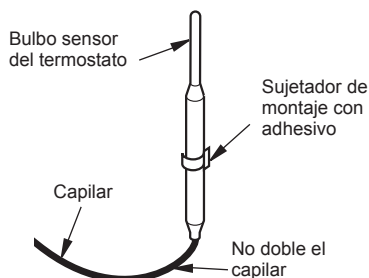

Figura 40 - Colocación del bulbo sensor del termostato en posición vertical con el capilar en la parte inferior
- El sujetador de montaje debe estar por lo menos a 7.6 cm (3") desde la parte inferior de la chimenea para evitar que el capilar se doble. Una vez que haya decidido dónde instalar el bulbo, limpie el área perfectamente. Desprenda la película que cubre el adhesivo en la parte posterior del sujetador de montaje. Presione el sujetador en la nueva ubicación de forma que el bulbo sensor del termostato quede en posición vertical, con el capilar en la parte inferior (consulte la figura 40). Deslice el bulbo sensor del termostato en el sujetador.